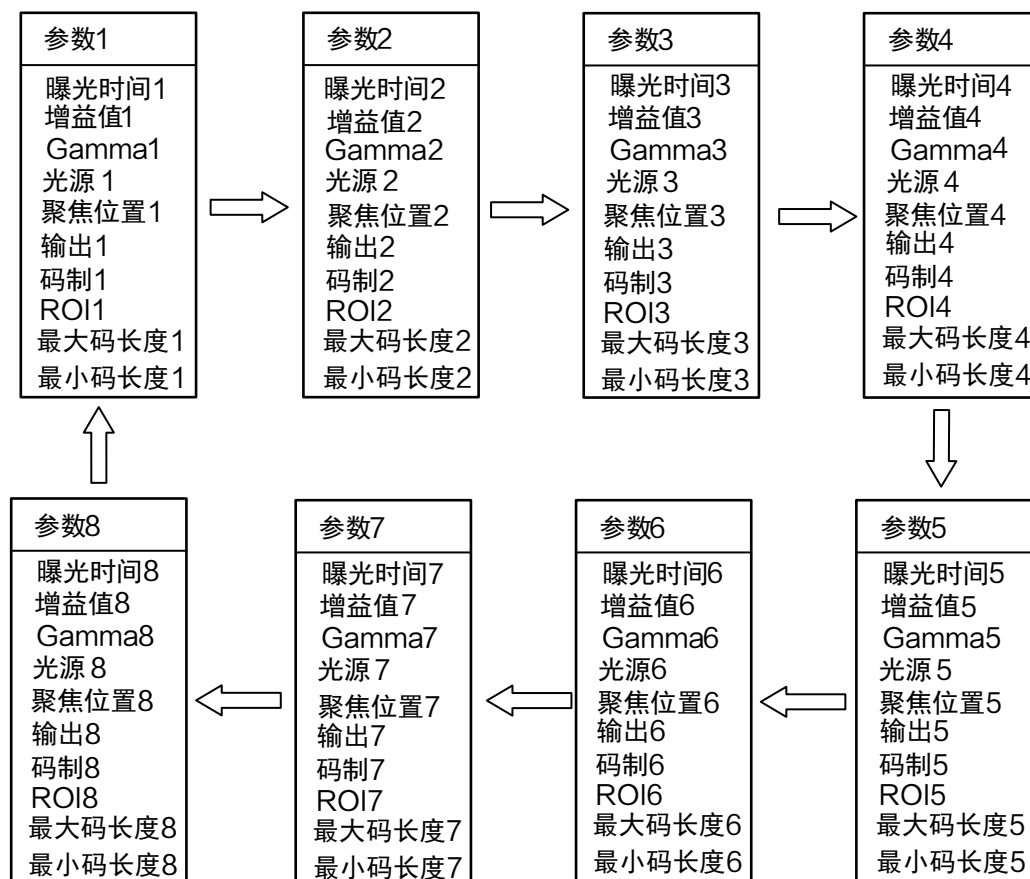

图4-16 轮询示意图
3. 从**轮询组索引**的轮询组 1~轮询组 8 中选择 2~8 套参数，通过使能所选参数下的**轮询组使能**决定该组参数是否参与轮询。8 套参数之间的轮询示意图如图 4-16 所示。